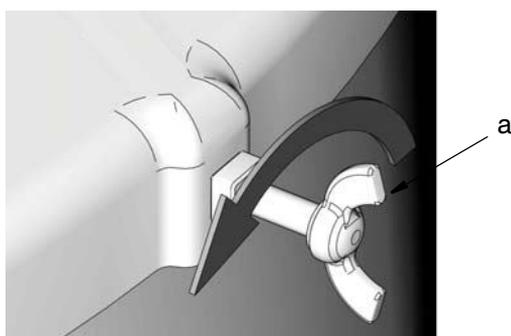

ABB. 5
2. Den Deckel des Fasses durch lösen der Flügelschrauben (a) abnehmen (ABB. 5).